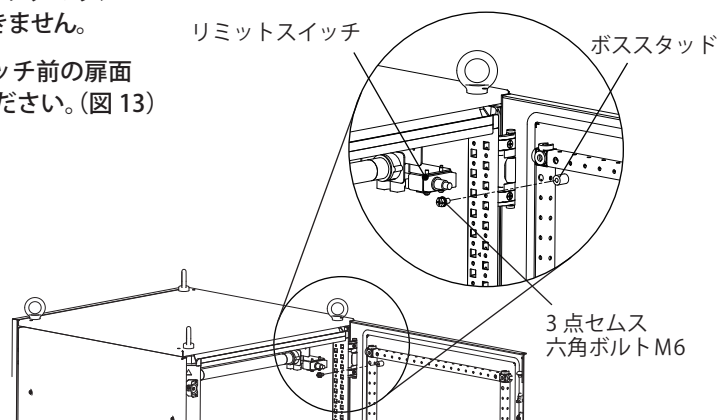

図 13
- ・キャビネットサイズ ヨコ 600mm の際は、リミットスイッチ前の扉面ボススタッドの3点セムス六角ボルトM6 を取り外してください。(図 13)